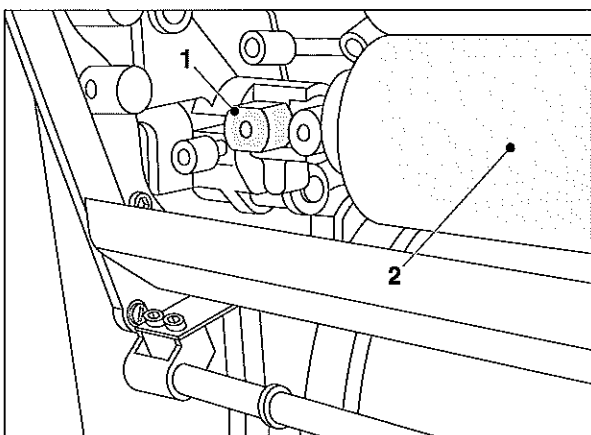

図 17 インキ着けローラ 4
1. 駆動側と操作側のローラロック (図 17/1) を開きます。
2. インキ着けローラ 4 (図 17/2) を取り出します。